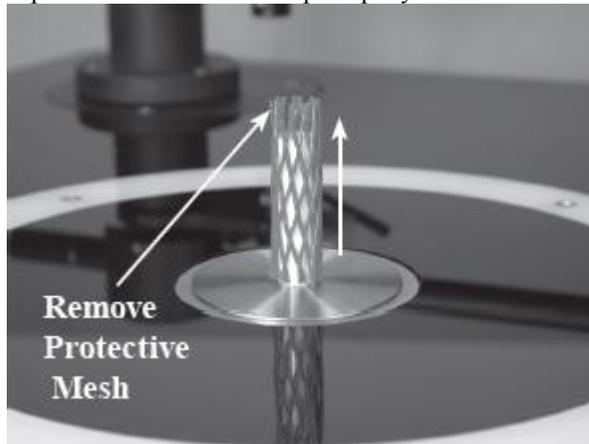

Рисунок 1
1. Удалите защитную сетку с вертикального несущего керамического вала. Смотрите рисунок 1.